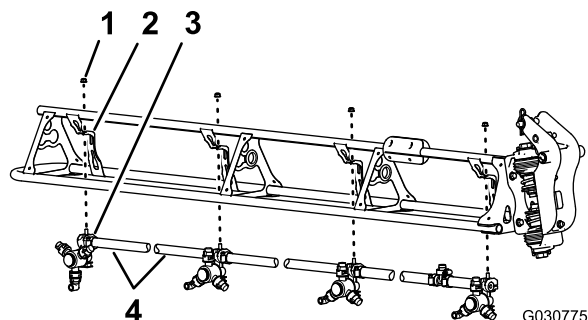

Figura 119
1. Tagliate il flessibile tra i 2 ugelli dell'irroratrice (Figura 119).
2. Rimuovete il dado di bloccaggio flangiato (5/16") che fissa l'ugello dell'irroratrice al supporto dell'ugello (Figura 119).